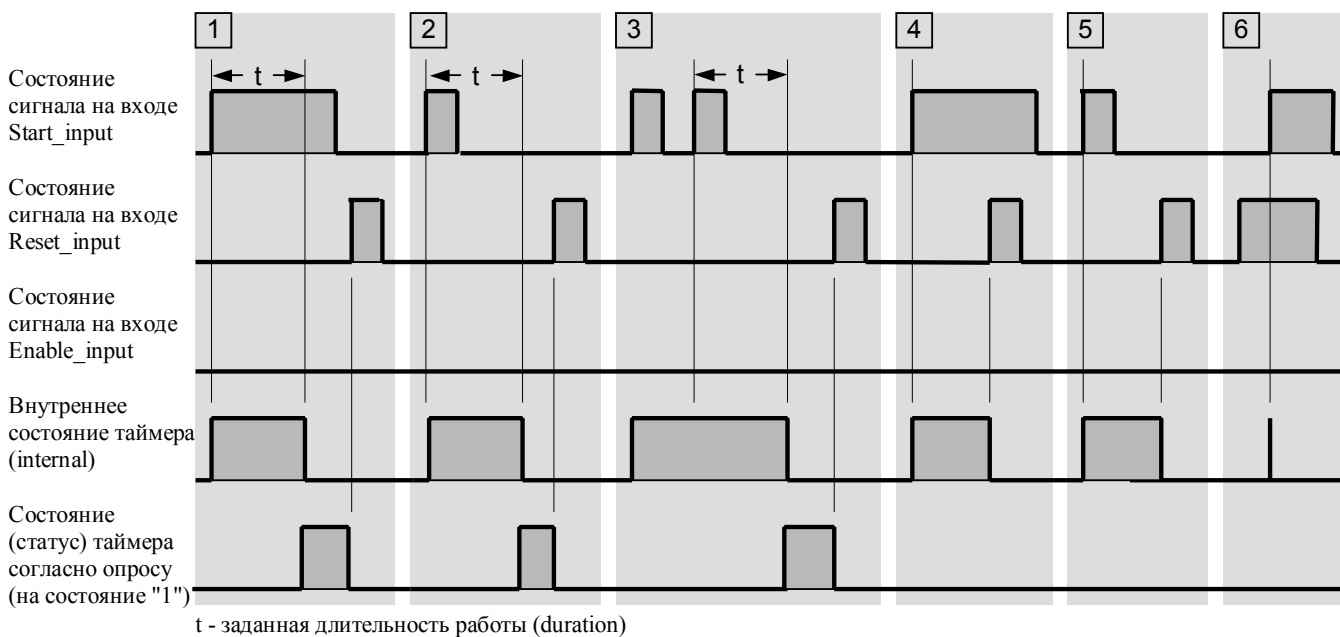

Рис. 7.9 Отклик таймера с задержкой включения с памятью (Retentive On-delay timer) на сигналы запуска и сброса
Показанное на рис. 7.9 поведение таймера будет соответствовать действительности, если Вы будете придерживаться рекомендованной выше последовательности операторов для STL (сначала запуск, затем сброс, затем опрос таймера). Обычно операция разблокирования (Enabling a timer) не требуется для работы таймера в программе STL, и для программы на SCL она также не является необходимой.
Операция сброса таймера с задержкой включения с памятью (Retentive On-delay timer) имеет статический эффект и имеет приоритет перед запуском таймера (см. рис. 7.9).
- 6 Если сигнал на входе Start_input изменяет свое состояние с "0" на "1" (положительный фронт сигнала), в то время, как на входе Reset_input присутствует состояние "1", то таймер запускается, но последующая инструкция сброса немедленно его сбрасывает (на рис. 7.9 это показано жирной вертикальной чертой). Если проверки (опросы) таймера на состояние "1" (timer status) следуют по времени после сброса таймера, то короткое время работы таймера после его запуска не скажется на результатах проверки - результат проверки будет равен "0".